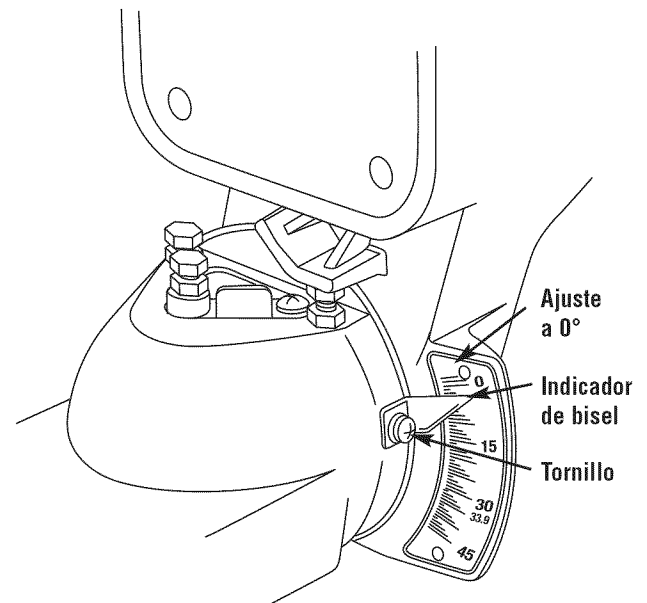

Figura 8. Indicador de bisel
7. Ajuste el indicador de bisel. Afloje el tornillo y alinee el indicador con la marca de 0°. Apriete el tornillo (Figura 8).